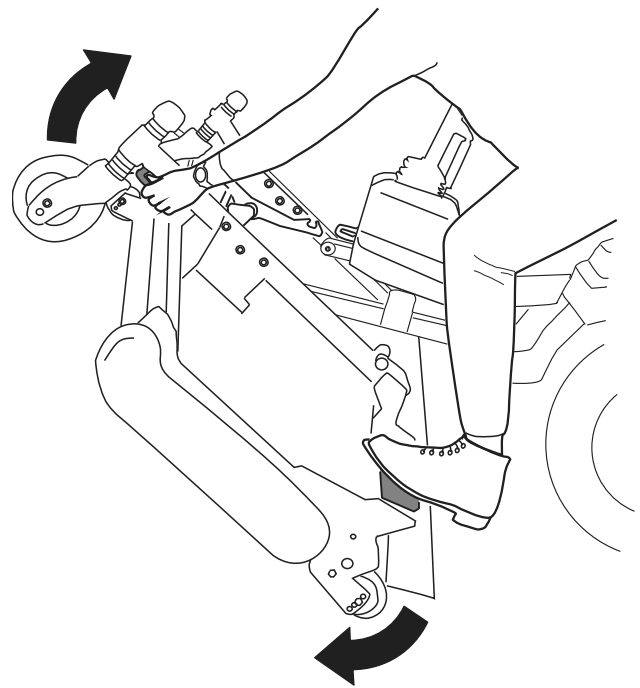

Bild 32
5. Drehen Sie das Mähwerk (Bild 32) so, dass die Verriegelung in die Befestigungshalterung (Bild 33) einrastet.
1. Lösen Sie die Verriegelung des Mähwerks von der Befestigungshalterung (Bild 34), indem Sie das Mähwerk leicht nach vorne drehen (siehe Bild 32) und den Verriegelungsgriff nach vorne ziehen.